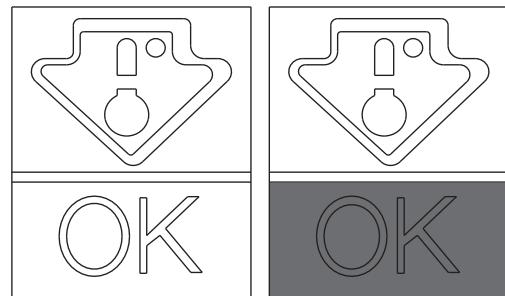

Fig. 5
Vérifier ce point sur le voyant de la température, le mot OK apparaît clairement (Fig. 5). Si ce mot n'apparaît pas, cela signifie que la température est trop élevée : régler la température à un niveau plus froid et attendre environ 10 heures. Vérifier à nouveau le voyant : si nécessaire, procéder à un nouveau réglage.
- Pour conserver la saveur, la qualité et la fraîcheur des aliments, il est conseillé de stocker vos aliments dans le compartiment du réfrigérateur comme indiqué sur la Fig. 5 ci-dessous, en s'assurant de les envelopper dans des feuilles d'aluminium ou du film plastique ou dans des récipients correctement fermés, afin d'éviter toute contamination croisée.